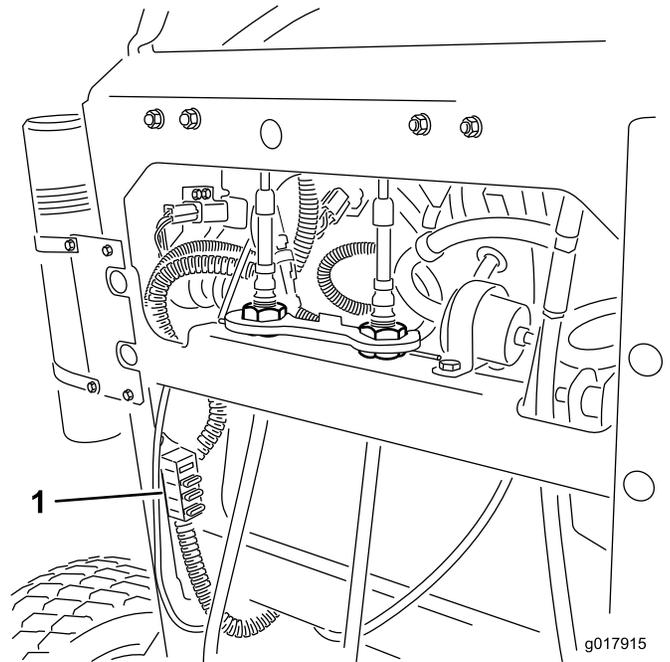

Figura 52
- Tire hacia fuera del fusible para retirarlo o cambiarlo (Figura 52).
Nota: Asegúrese de que instalar un fusible del tamaño correcto (Figura 52).